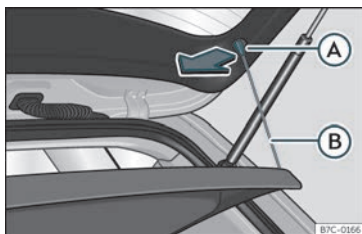

Fig. 105 Na bagageira: desmontar e montar a chapeleira.
- Desengate os tirantes de fixação >>> **Fig. 105** (B) dos alojamentos (A).
- Engate os tirantes de fixação >>> **Fig. 105** (B) na porta da bagageira.